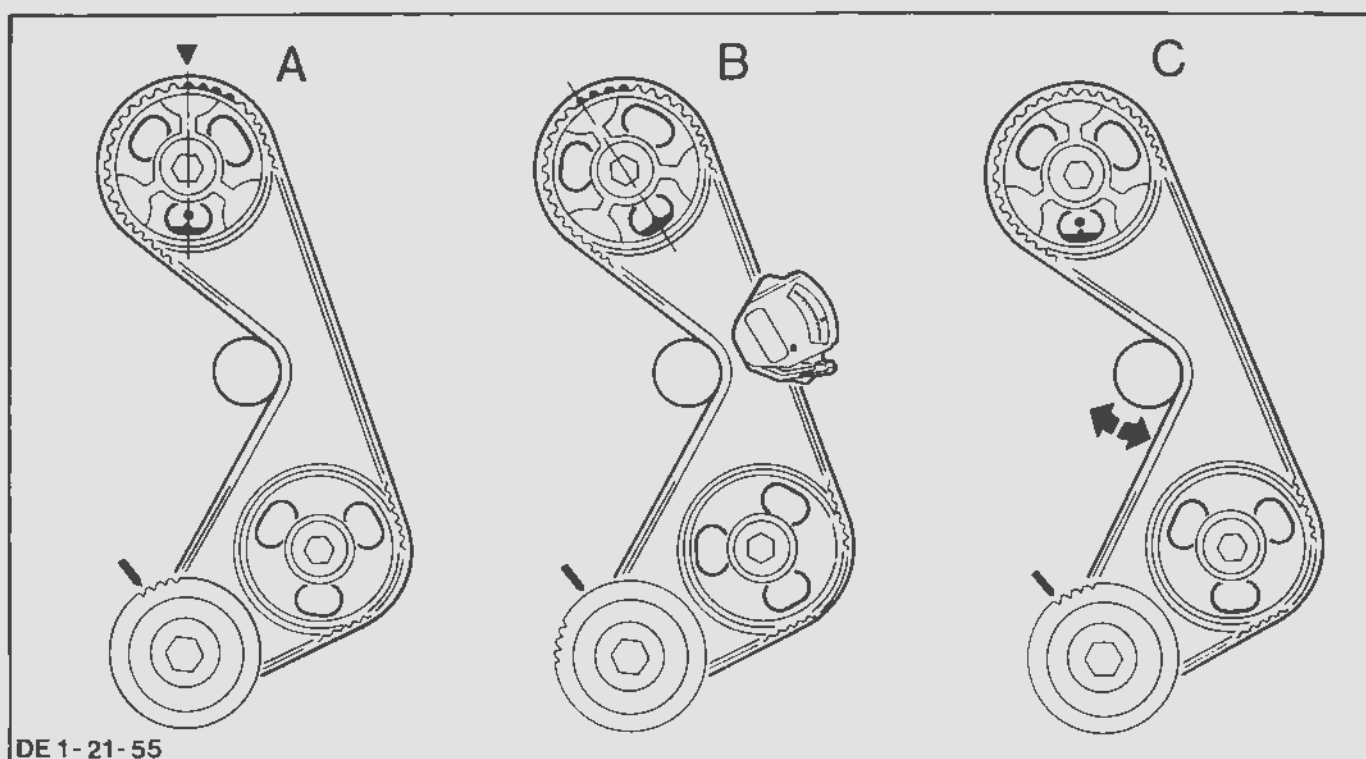

Fig.66. Justering af tandremsspænding
56. På motorer uden strammerfjeder lægges tandremmen på og dens stramhed justeres som følger, Fig.66.